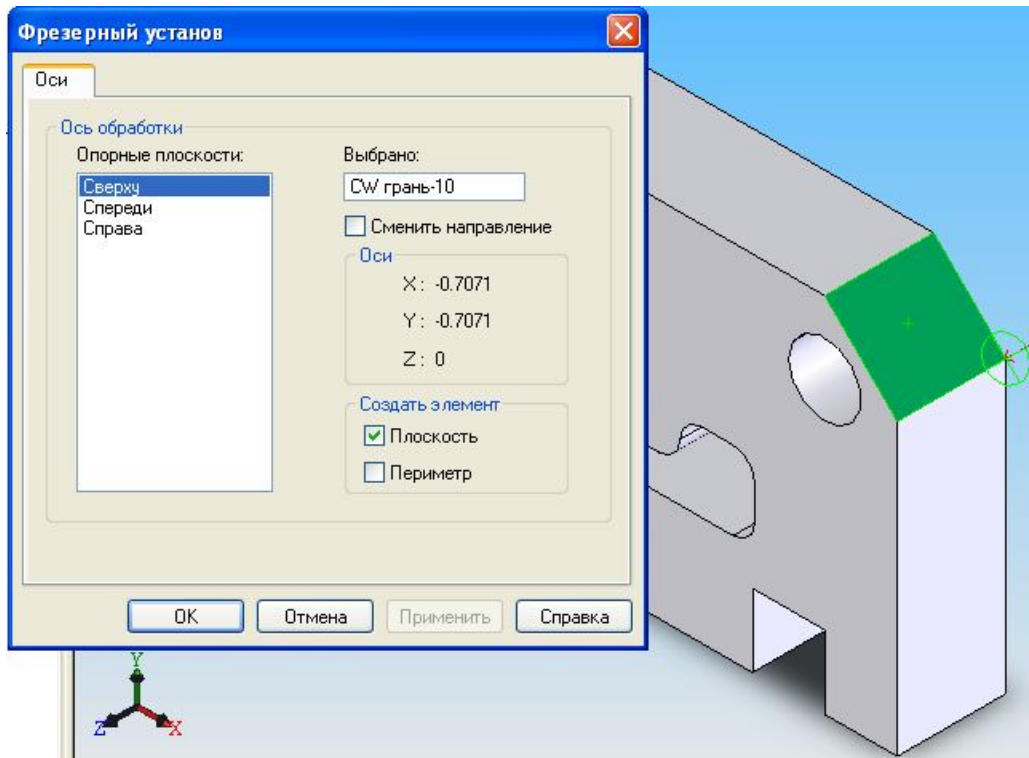

Рисунок 5.10 - Выбор площади детали
2. З'являється вікно <Фрезерный установ>, вибирайте площину деталі, яку потрібно обробити, на робочому аркуші SolidWorks (рис. 5.10).